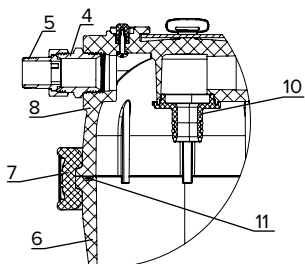

Рис. 2. Разрез по месту соединения коллектора и стакана
- Отсоедините быстроразъемные соединения (3), отвернув накидные гайки.
- Снимите водоочиститель с кронштейна (1), слейте из него излишки воды (около 2 литров); поставьте водоочиститель в подходящую емкость и, открыв гайку-барашек (9), снимите крепежный хомут (7) с корпуса.
- Снимите коллектор (8) и отсоедините фильтрующий модуль, сняв его с центрального штуцера (10) (рис. 2).
- При замене модуля промойте водой внутренние поверхности коллектора (8), стакана (6) и резиновое кольцо (11) (рис. 2).